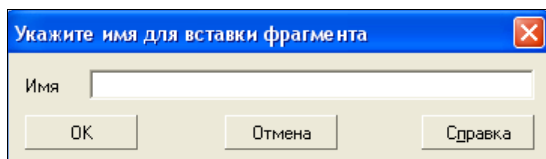

Рис. 20.4 Диалоговое окно **Укажите имя для вставки фрагмента**
- ◆ нажмите кнопку **Закрыть** или из Строки меню вызовите команду **Файл ► Сохранить ► В документ-владелец**. Система выведет на экран диалоговое окно **Укажите имя для вставки фрагмента** (рис. 20.4);